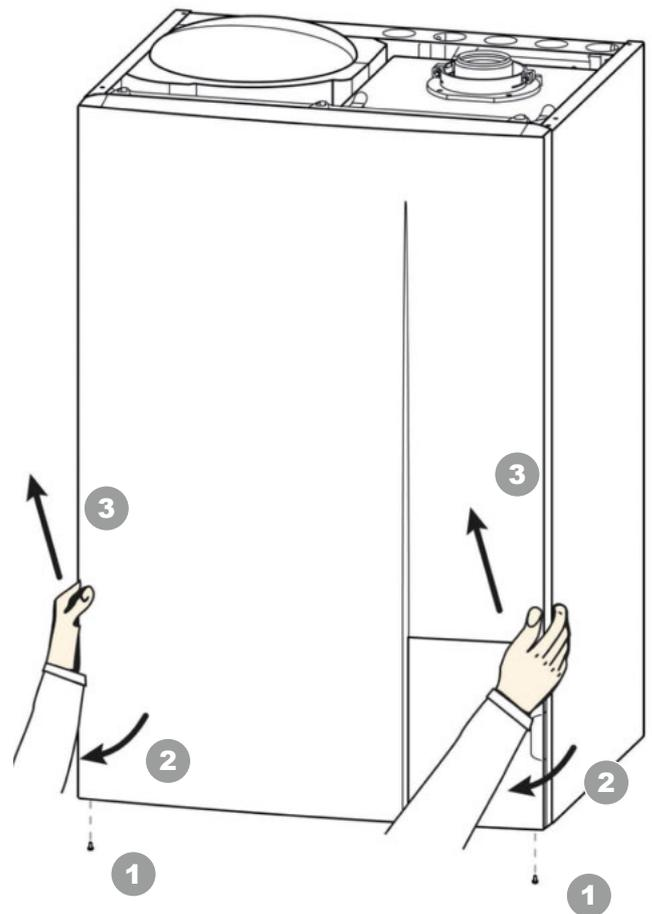

Abb. 28 -Abbau der Vorderseite
- Vorderseite abnehmen (Abb. 28, Seite 46).